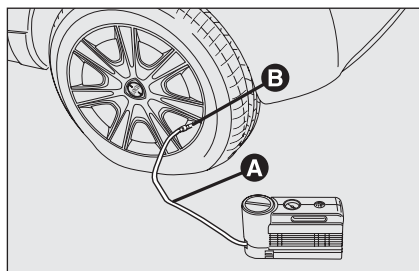

fig. 5
- ☐ **Azionare il freno a mano.** Svitare il cappuccio dalla valvola del pneumatico, estrarre il tubo flessibile di riempimento **A**-fig. 5 ed avvitare la ghiera **B** sulla valvola del pneumatico;